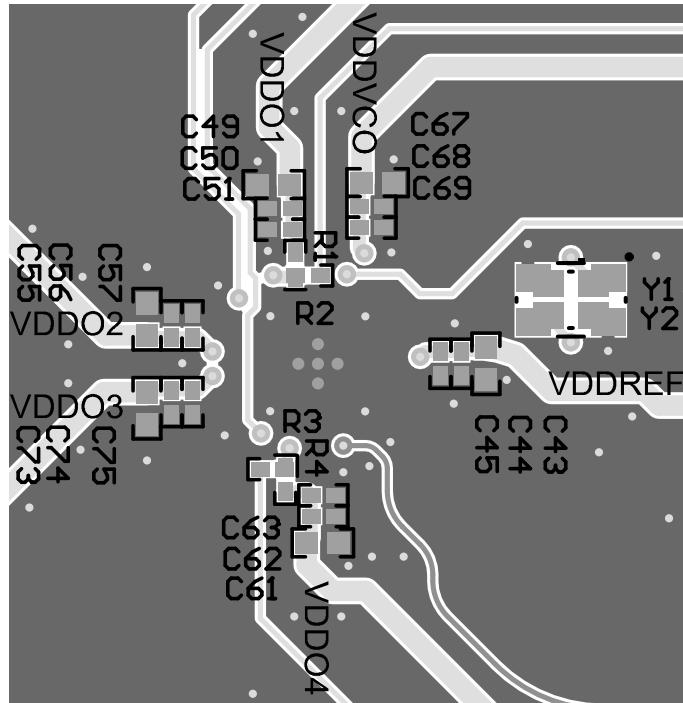

図 11-6. レイアウト例、最下層
- 水晶領域を分離し、水晶パッケージの GND パッドを接続して、隣接領域を埋めます。図 11-6 に、複数の水晶振動子サイズをサポートするフット・プリントを示します。
- 電源ピンに非常に近い場所に、容量値の小さいデカップリング・コンデンサを配置します。カップリング・コンデンサは、同じ層の非常に近い場所に配置するか、裏面の層に直接配置するようにします。値がより大きい場合は、より遠くに配置できます。図 11-6 に、デバイスの近くに配置された 3 つのデカップリング・コンデンサを示します。さまざまな周波数ドメインと VDD\_VCO ドメインを分離するために、フェライト・ビーズを推奨します。